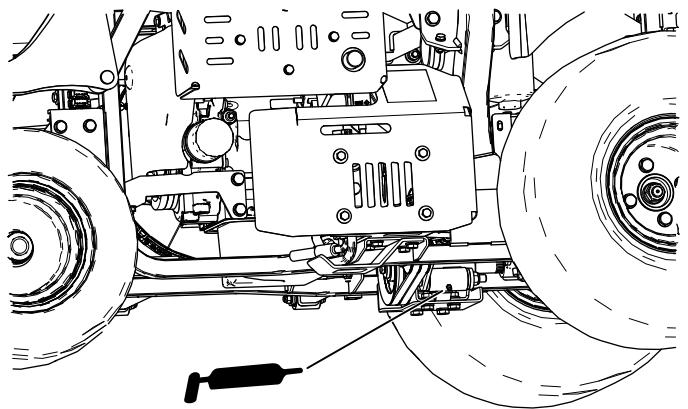

Figura 42
- Polea tensora de la transmisión (Figura 42)